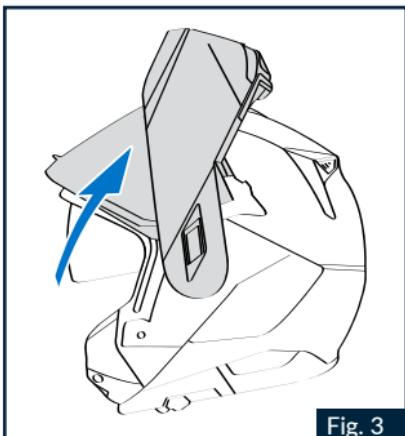

Fig. 3
1.3 Tirer vers l'avant la mentonnière, en l'accompagnant dans son mouvement de rotation vers le haut jusqu'à ce qu'elle rejoigne la position d'arrêt à l'arrière de la calotte (Fig. 3 et 4).
2.1 Tourner la mentonnière vers l'avant, en l'accompagnant dans son mouvement de rotation jusqu'à ce qu'on entend les déclics du mécanisme de fermeture (Fig.3).